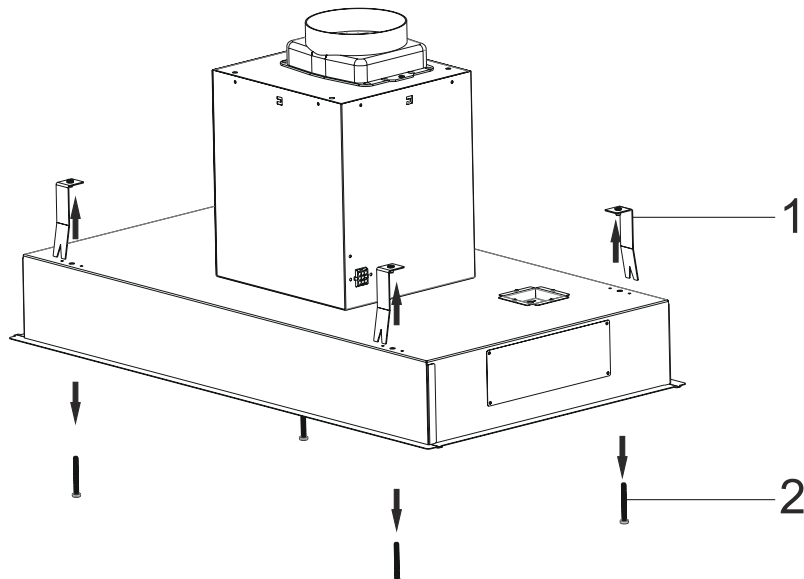

Fig. 13
**2.** ➔ Skruva loss skruvarna från konsolen och ta bort beslagen (Fig. 13)